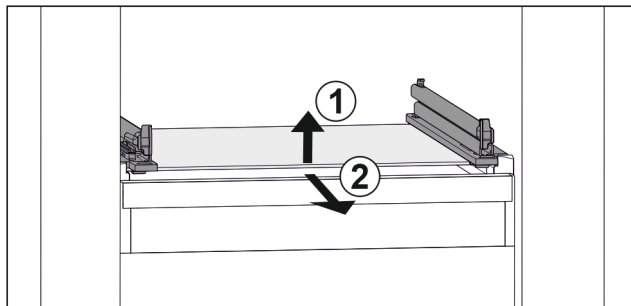

Fig. 37 Przykładowa prezentacja płyty szklanej
- ▶ Unieść płytę szklaną z przodu. Fig. 37 (1)
- ▶ Wyjąć płytę szklaną do przodu. Fig. 37 (2)